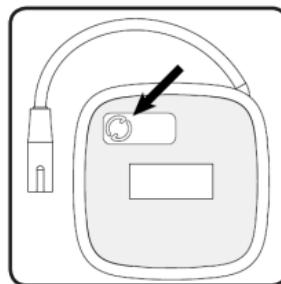

Abbildung 2. Aktivieren Sie den PS, indem Sie den Knopf auf der Rückseite des PS drücken
1. Drücken Sie den Knopf an der Rückseite des PS (**Abbildung 2**). Das grüne Licht neben dem Knopf beginnt zu blinken. Das grüne Licht blinkt 90 Sekunden lang.
- Wenn nach dem Drücken des Knopfs kein blinkendes Licht zu sehen ist, versuchen Sie, den Knopf erneut zu drücken. Vergewissern Sie sich, dass Sie den Knopf wie in **Abbildung 2** gezeigt drücken. Wenn nach mehreren Versuchen, den Knopf zu drücken, noch immer kein Licht zu sehen ist, verwenden Sie diesen PS nicht. Aktivieren Sie einen neuen PS. Wenn das Problem auch bei der neuen PS fortbesteht, wenden Sie sich an Axonics.